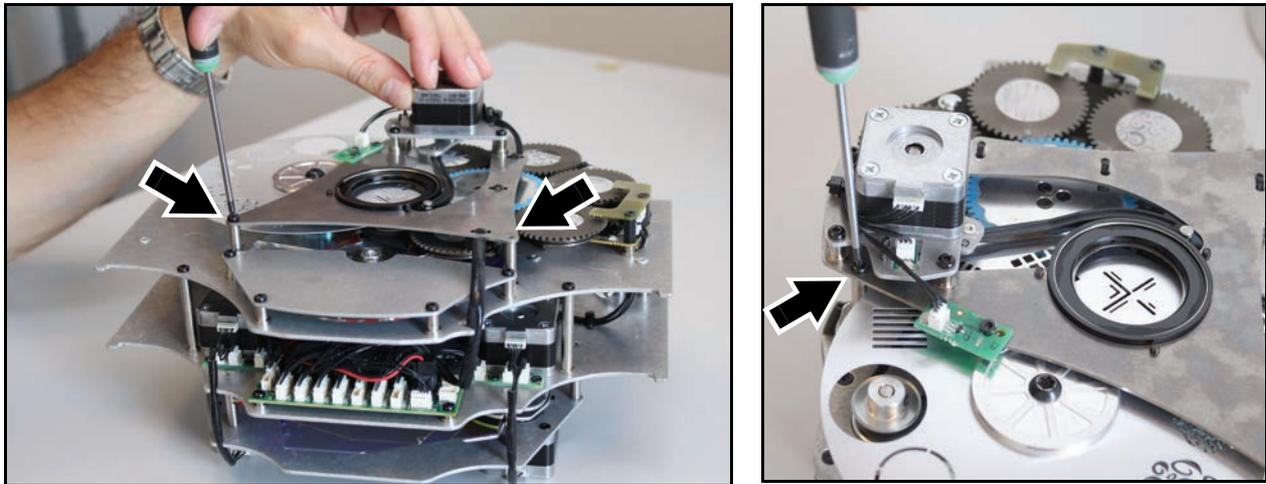

Bild 14: Entfernen des Irismoduls
2. Siehe Bild 14. Entfernen Sie die drei TORX10-Schrauben (Pfeil) des Irismoduls.